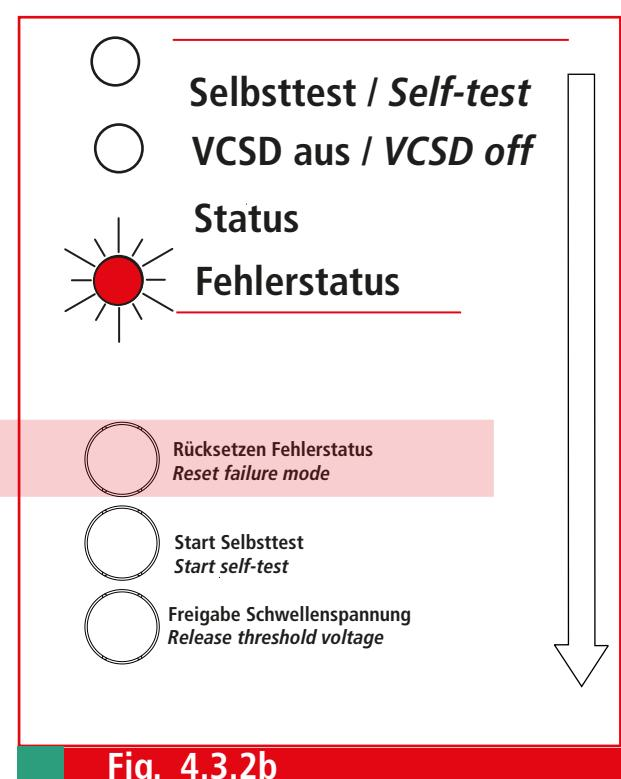

Fig. 4.3.2b
- Nach einer Fehleranalyse (siehe Tabelle 1, Seite 23), und ggf. Beseitigung des Fehlers kann der **Fehlerstatus** durch Drücken der Taste „**Rücksetzen Fehlerstatus**“ wieder beendet werden (siehe Fig. 4.3.2b).